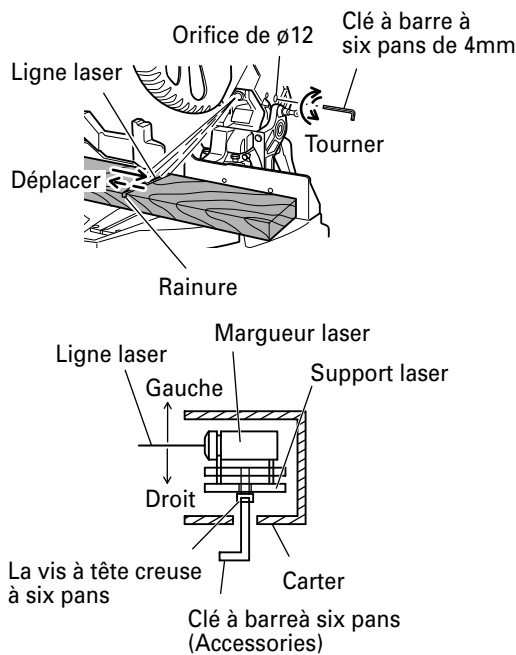

Fig. 17
- (2) Ensuite, insérer une clé à barre hexagonale de 4mm dans l'orifice de diamètre 12 sur le côté du carter d'engrenage, et tourner la vis boulonnée à douille hexagonale pour déplacer le trait laser. (Si l'on tourne la vis à tête creuse à six pans dans le sens des aiguilles d'une montre, le trait laser se déplace vers la droite, et si l'on tourne la vis dans le sens inverse, le trait laser se déplace vers la gauche.) Si on travaille avec la ligne tracée à l'encre sur le côté gauche de la lame de scie, il faut aligner la ligne laser avec le côté gauche de la rainure. (Fig. 17) Si on travaille avec la ligne tracée à l'encre sur le côté droit de la lame de scie, il faut aligner la ligne laser avec le côté gauche de la rainure.